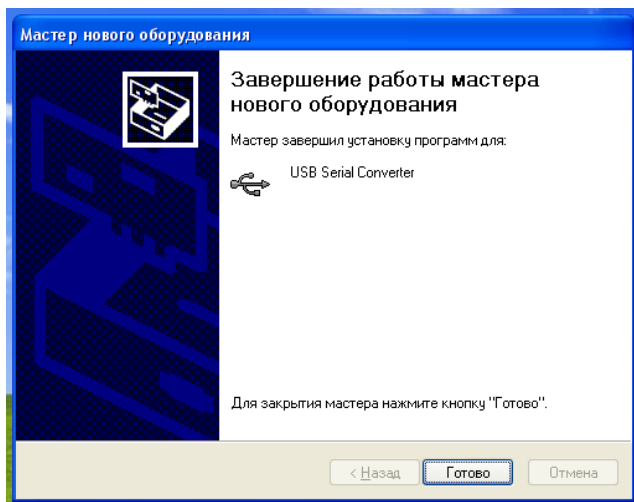

Рисунок 10
- По окончании копирования появится сообщение об успешной установке устройства USB Serial Converter (см. рисунок 10). На этом первый этап установки драйвера закончен. Нажать «Готово».